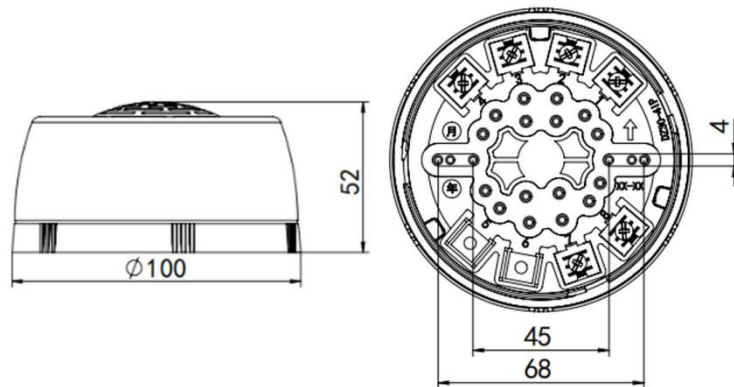

图 1 外形及安装尺寸图
- 布线施工后，将火灾声光警报器底座固定在墙上（使用 M4 螺钉），安装孔距为 45mm~68mm，外形及安装尺寸如图 1 所示：（单位 mm）